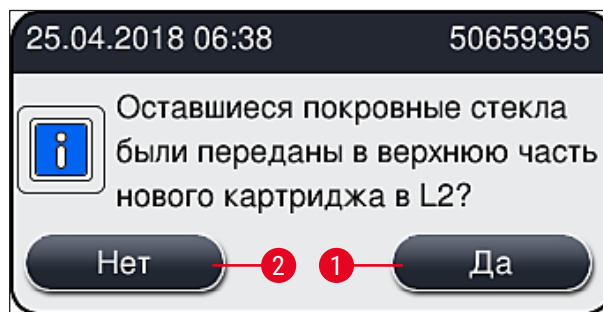

Рис. 63
8. После закрытия кожуха система запрашивает у пользователя, добавлены ли оставшиеся покровные стекла в новый картридж с покровными стеклами (→ Рис. 63). Если да, подтвердите информационное сообщение нажатием **Да** (→ Рис. 63-1). Если покровные стекла не были добавлены, подтвердите информационное сообщение нажатием **Нет** (→ Рис. 63-2).